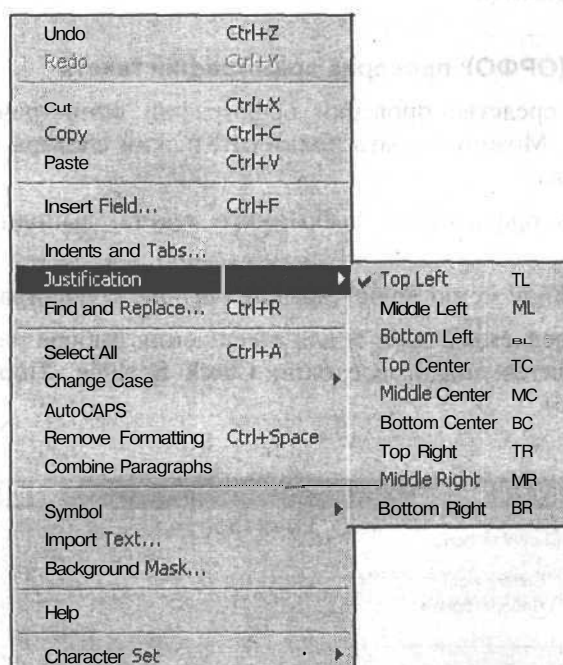

Рис. 9.14. Меню опций выравнивания текста
- **Justification** (Выравнивание) — задание выравнивания для нового или выделенного текста (рис. 9.14). Способы выравнивания текста такие же, как и в случае создания однострочного текста (см. разд. 9.2);